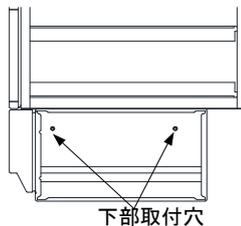

図3 金具がない場合
- ・図3~5を参考に、側板の外側付近の位置を選定してください。(2箇所)
②丸型スペーサー1・2の貼り付け